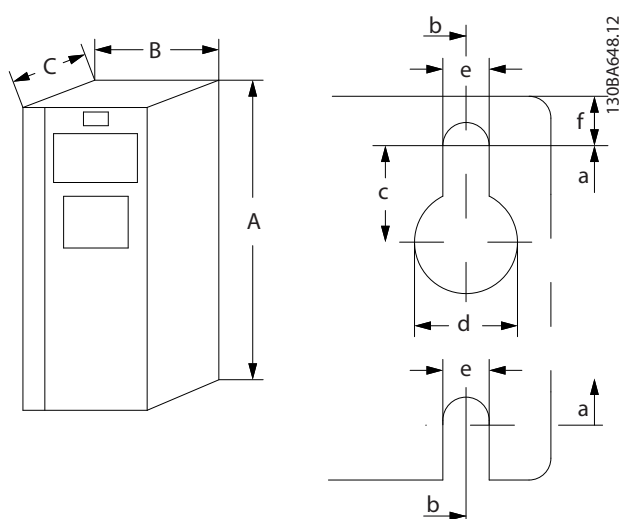
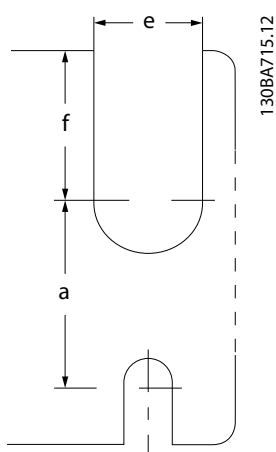

Bild 8.2 Övre och nedre monteringshål (se *kapitel 8.9 Märkefakter, vikt och mått*)
Bild 8.3 Övre och nedre monteringshål (B4, C3 och C4)
1) Se Bild 8.2 och Bild 8.3 för information om övre och nedre monteringshåll.
1) Se Bild 8.2 och Bild 8.3 för information om övre och nedre monteringshål.